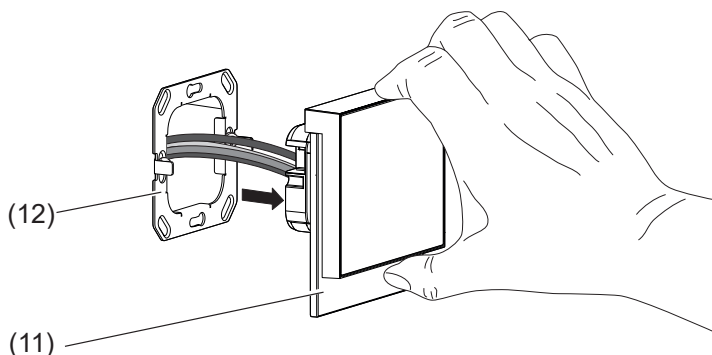

Figura 12: smontaggio
- Estrarre l'apparecchio dalla scatola da incasso (figura 12).